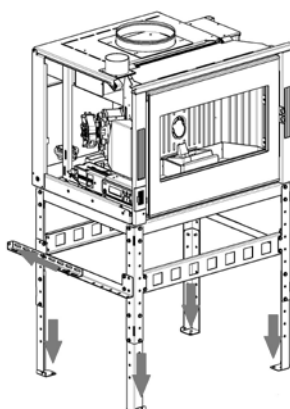

Fig. 36 - przymocować konstrukcję do podłogi i ściany.
- Konstrukcję z wkładem przymocować w odpowiedniej pozycji i przymocować nogi do podłogi i przedłużenia do ściany z tyłu (patrz **Fig. 36**);